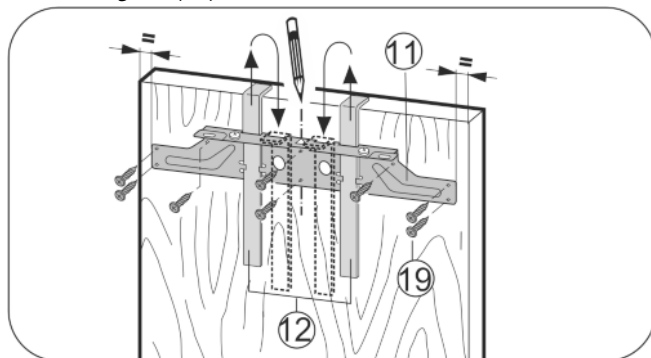

Fig. 18
- ▶ Upevňovací příčník Fig. 18 (11) zavěste pomocí montážních pomůcek Fig. 18 (12) na vnitřní stranu nábytkových dvířek.
- ▶ Upevňovací příčník Fig. 18 (11) vyrovnejte na střed dveří.
- ▶ Upevňovací příčník Fig. 18 (11) přišroubujte minimálně 6 šrouby Fig. 18 (19).
- ▶ Upevňovací příčník Fig. 18 (11) přišroubujte na okraji 4 šrouby Fig. 18 (19).
- ▶ Montážní pomůcky Fig. 18 (12) vytáhněte směrem nahoru a zasuňte je obráceně do sousedních upínacích otvorů.